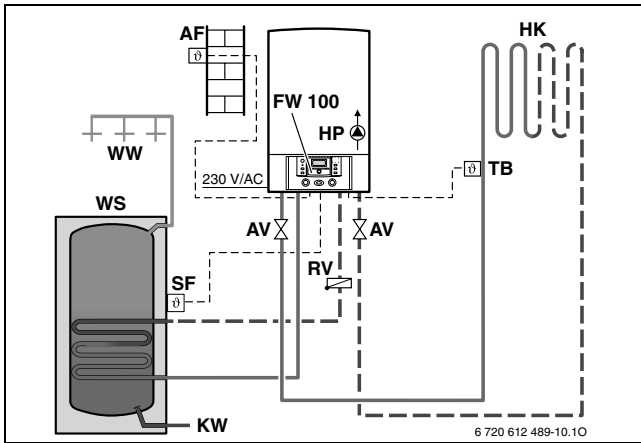

Рис. 12 Пример с регулятором FW 100, работающим по наружной температуре, и обогревом пола с расходом до 1000 л/ч
- Применение гидравлического отделителя в системах с трубами, не пропускающими кислород: при обогреве полов с расходом воды менее 1000 л/ч можно не устанавливать гидравлический отделитель, как показано на рис. 12.